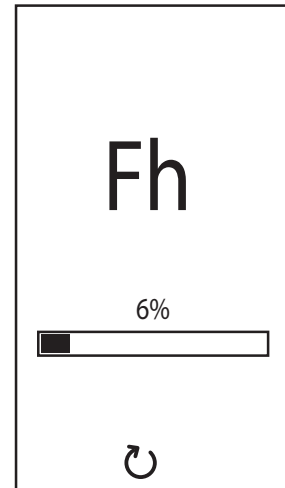

Abb. 9- Entlüftung bei ausgeschaltetem Gebläse
- Anschließend wird der Entlüftungszyklus für 280 Sekunden bei abgeschaltetem Gebläse fortgesetzt (abb. 9).